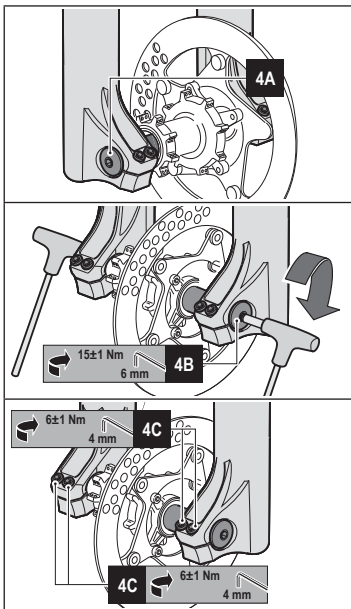

Figure 4 - Installation de la roue sur les fourches $\varnothing 35 / \varnothing 38$ mm avec axe passant $\varnothing 20$ mm
- Alignez le centre de la roue avec les deux axes de la roue (voir **4A - Figure 4**).
- Introduisez l'axe à travers le bas de fourche droit, la roue et vissez-le dans le bas de fourche gauche (voir **4A - Figure 4**).
- Bloquez l'axe à travers le dispositif à serrage rapide (voir **4B - Figure 4**).
- Serrez les vis situées sur les deux bas de fourche au couple prévu (6 ± 1 Nm) selon la séquence « 1-2-1 » avec une clé Allen de 4 mm (voir **4C - Figure 4**).